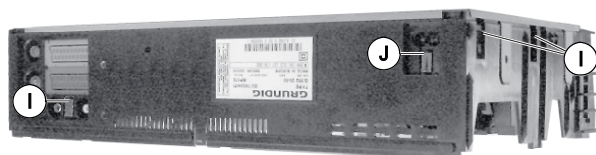

Fig. 8
- Rastnase (J) (Fig. 8) nochmals lösen.
- Release catch (J) (Fig. 8) again.